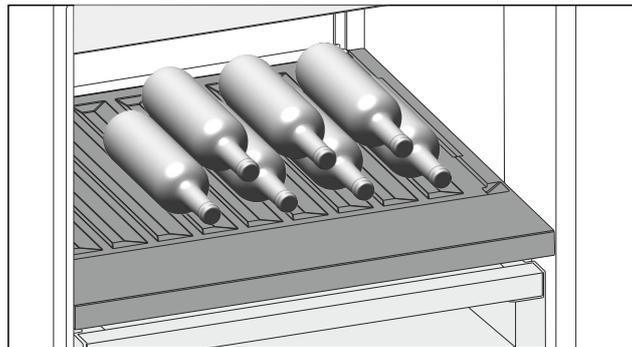

Fig. 97
- ▶ Placer les bouteilles avec le fond orienté vers la paroi arrière de l'appareil. (voir Fig. 97)